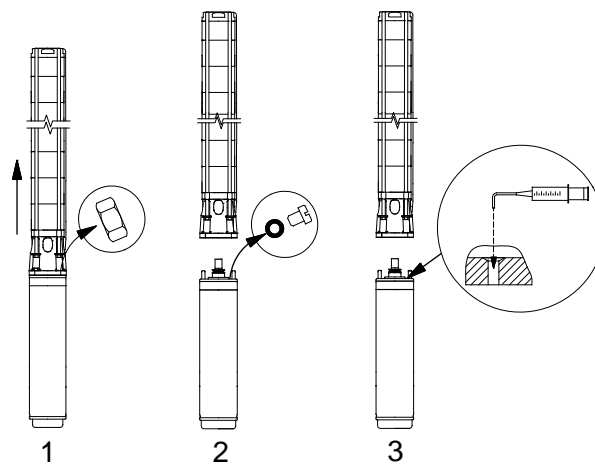

Fig. 3
- Se o motor for fornecido do stock, o nível do líquido do motor tem de ser verificado, ver fig. 3.
- No caso de uma reparação o nível do líquido tem de ser verificado, ver fig. 3.
1. Colocar a bomba submersível tal como se exemplifica na fig. 3. O orifício de enchimento deve ficar no ponto mais alto do motor.
3. Injectar o líquido no motor com a ajuda de uma seringa de enchimento, fig. 3, até o líquido começar a transbordar pelo orifício.